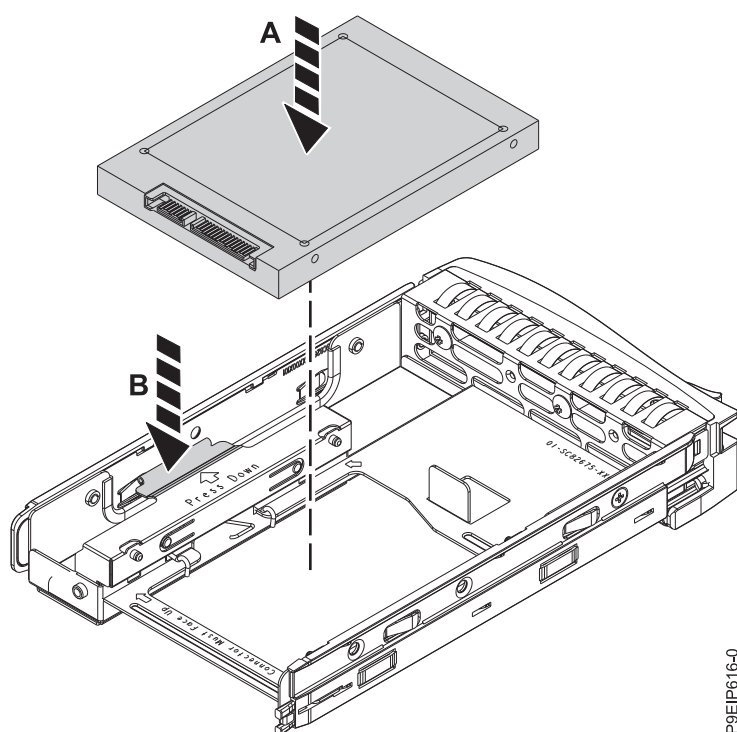

図 14. トレイへの 2.5 型ドライブの取り付け
- b. 保持スプリング **(B)** を開きます (17 ページの図 14 を参照)。